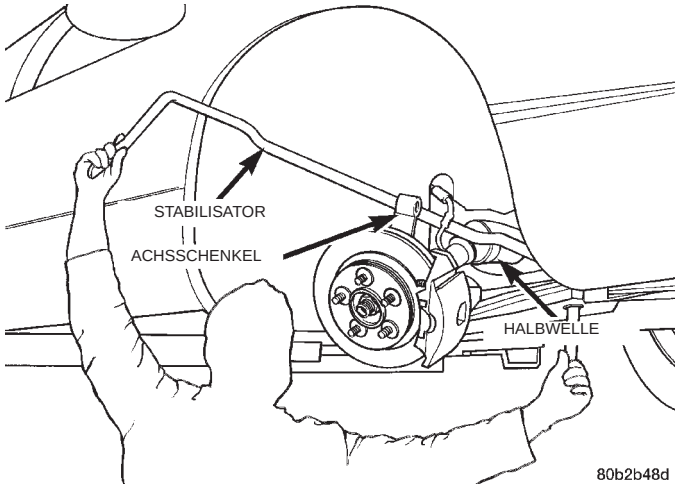

Abb. 59 Stabilisator aus- und einbauen
(15) Den Stabilisator mit drehenden Bewegungen aus der rechten Seite aushängen. Dabei den durch den Ausbau des Versteifungselementes gewonnenen Freiraum zwischen Motor und Getriebe nutzen. Den Stabilisator vor der rechten Halbwelle und dann hinter dem rechten Achsschenkel vorbeiführen, um ihn durch die rechte Radöffnung aus dem Fahrzeug auszubauen (Abb. 59).
(1) Stabilisator in umgekehrter Reihenfolge des Ausbaus im Fahrzeug einbauen (Abb. 59). Die Drehbewegungen müssen in entgegengesetzter Richtung erfolgen wie beim Ausbau, um den Stabilisator in die richtige Einbaulage zu bringen.